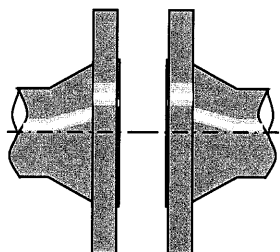

図3 面間が大きい
- フランジ面間が大きく開いていると、大きなボルト締付力を与えても、実際のガスケット面圧が小さく、漏れの原因となりますので修正して下さい。(図3参照)